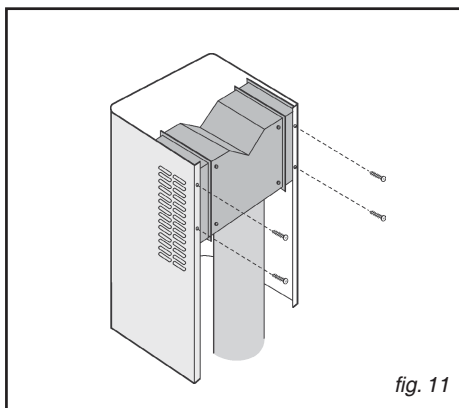

fig. 11
- Prendre le déflecteur d'air et y fixer un tuyau souple (de 125 mm de diamètre) en le bloquant à l'aide d'un collier métallique (le tuyau et le collier ne sont pas fournis); fixer le déflecteur d'air à la cheminée supérieure (Fig. 11) à l'aide de 4 vis.